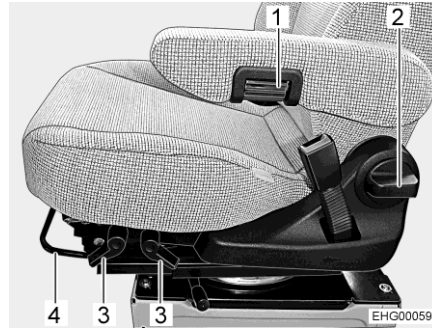

Fig. 14 Ajuste del asiento
- Tirar el estribo (Fig. 14,4) hacia arriba.
- Tirar la palanca correspondiente (Fig. 14,3) hacia arriba.
- Girar el pomo (Fig. 14,2).
- Para el ajuste fino, girar la rueda moleteada (Fig. 14,1). Según la dirección de giro, el reposabrazos se inclinará hacia arriba o abajo.